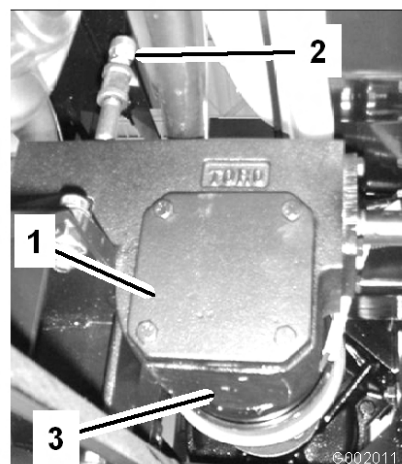

Figura 68
- Coloque un recipiente debajo del tapón de vaciado de la caja de engranajes de la transmisión de la bomba (Figura 68).
- Retire el tapón de llenado y el tapón de vaciado (Figura 68) y deje fluir el aceite al recipiente.